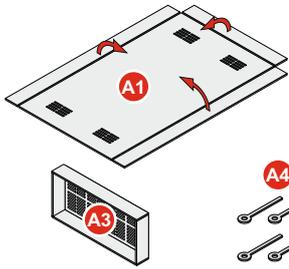

Fig. 4
4) Preparare la porta e la griglia in fotoincisione piegando le alette laterali come mostrato in fig. 4. Verniciare poi le parti A1 A3 A4 e il gruppo As3 (mascherando con nastro adesivo i tondini I) con fondo grigio 22-102 o vernice 22-187.